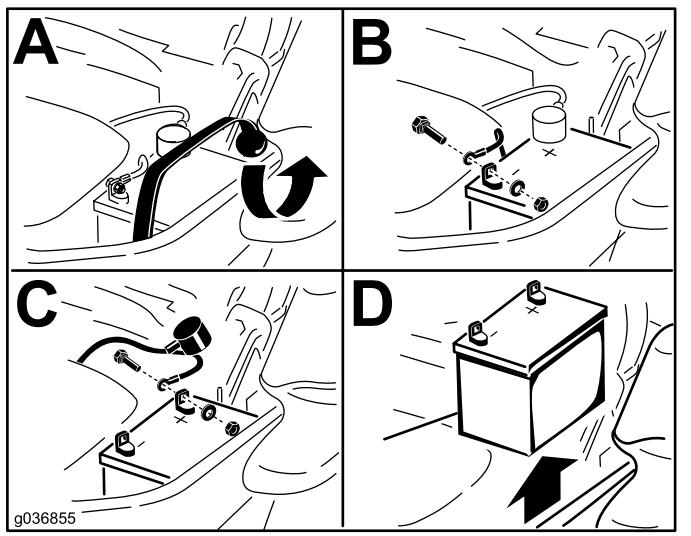

Рисунок 53
3. Снимите аккумулятор, как показано на Рисунок 53.
1. Установите аккумулятор в лоток так, чтобы клеммные штыри были расположены на противоположной стороне относительно гидравлического бака (Рисунок 53).
4. Закрепите кабели 2 болтами, 2 шайбами и 2 контргайками (Рисунок 53).
6. Закрепите аккумулятор с помощью резиновой ленты (Рисунок 53).